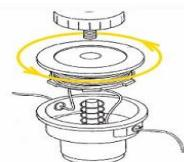

Рисунок 3
- намотайте жилку на шпулю у напрямку, зазначеному стрілкою (рис.3), спідкуючи за тим, щоб кожен відрізок жилки перебував у своєму відділенні;